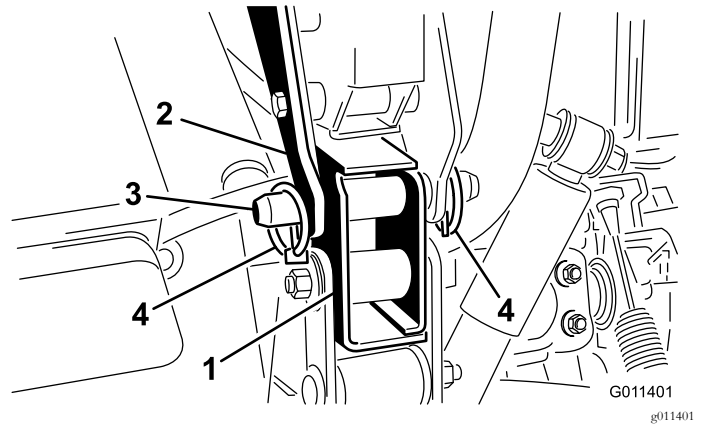

图8
6. 用柱销和2个保险销将各个后安装支架固定到工作车机架上图8。